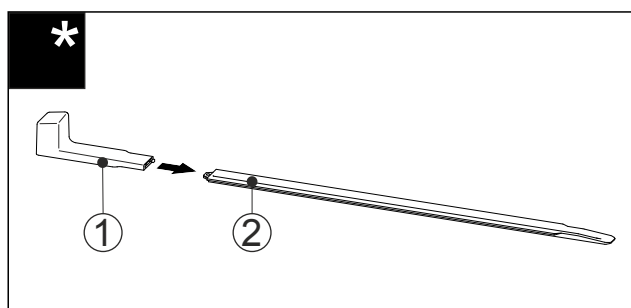

Fig. 56
- Montážní úchyt Fig. 56 (1) připevněte k nivelační liště Fig. 56 (2).